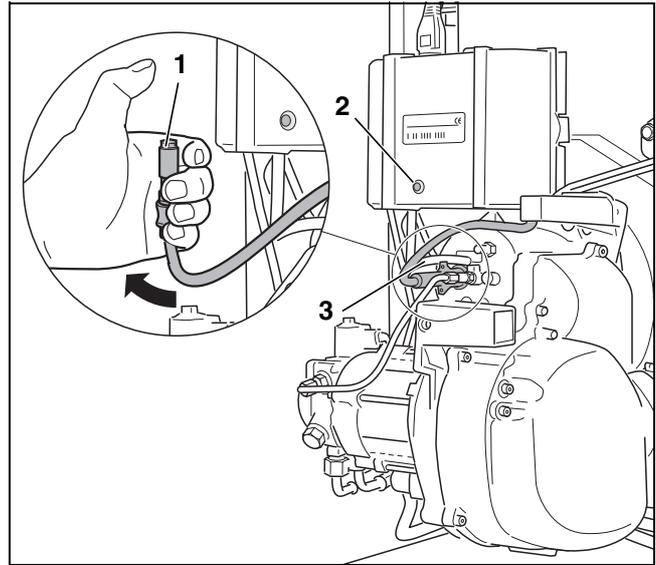

Bild 38 Flamme auf Funktion prüfen
- ▶ Flamme bei laufendem Brenner am vorgesehenen Griff aus der Halterung ziehen (→ Bild 38, [3]).
- ▶ Flamme gegen Licht halten (→ Bild 38, [1]). Es muss nach Wiederanlauf eine Störabschaltung erfolgen.
- ▶ Nach einer Wartezeit von ca. 30 Sekunden den Feuerungsautomaten durch Drücken des Entstörtasters (→ Bild 38, [2]) oder der Reset-Taste am BC10 entriegeln.